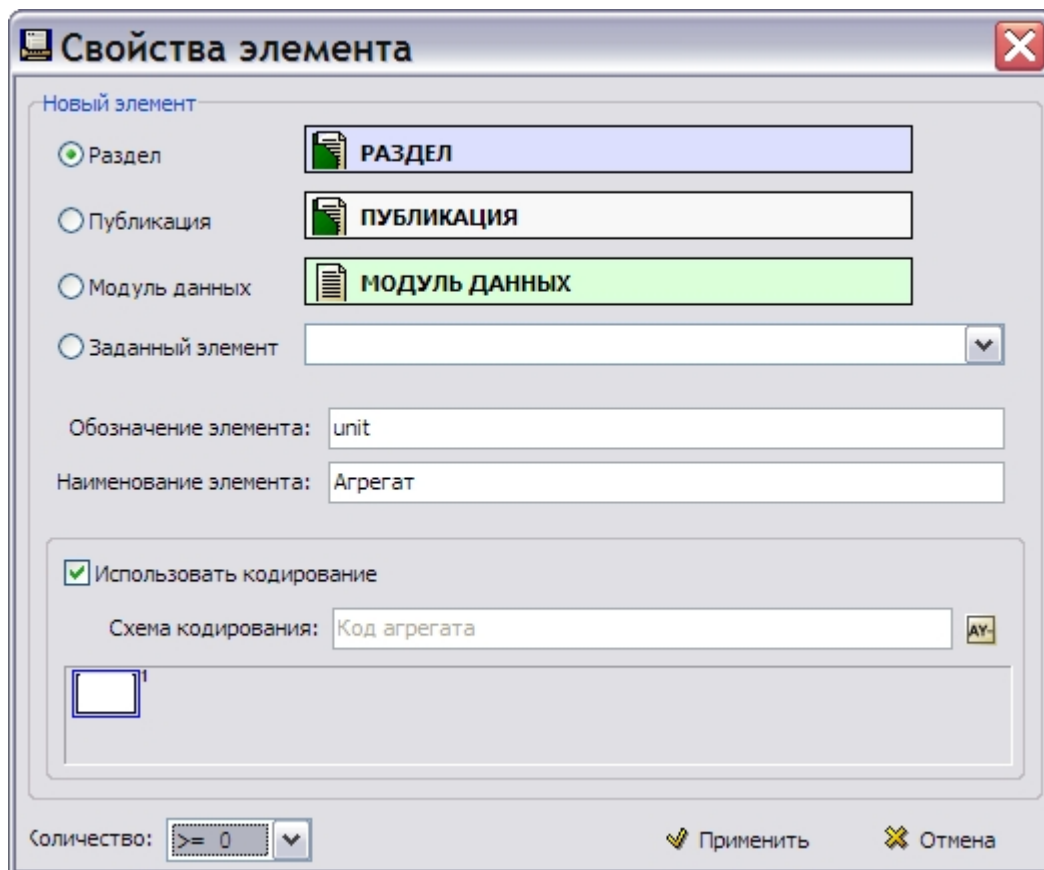

Рис. 4.20
4. Введите обозначение элемента «unit». Обозначение должно состоять из латинских букв (Рис. 4.20).
9. В окошке **Количество** из раскрывающегося списка выберите возможное количество дочерних элементов – индикатор типа «ноль и более» (Рис. 4.20).